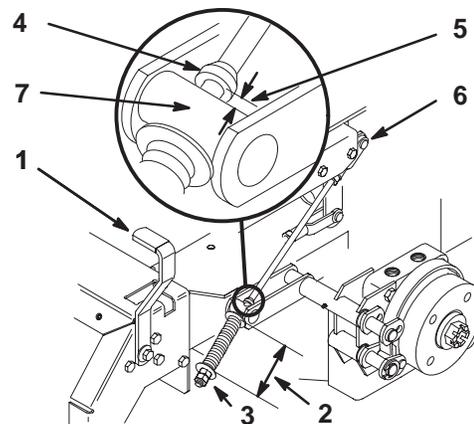

Bild 58
2. Messen Sie die Länge der Feder. Sie sollten zwischen den Scheiben 70 mm messen (Bild 58).
3. Falls Sie eine Einstellung vornehmen müssen, lockern Sie die Klemmmutter unterhalb der Feder und ziehen Sie die Mutter direkt unter dem Joch an (Bild 58). Drehen Sie die Mutter, bis Sie den korrekten Messwert erhalten. Ziehen Sie die beiden Muttern zusammen an und wiederholen Sie das Verfahren auf der gegenüberliegenden Maschinenseite.
6. Messen Sie die Entfernung zwischen der Drehzapfenrolle und dem Kranz an der Bremsstange. Die Distanz sollte 5 bis 7 mm betragen (Bild 58).
7. Sollte eine Einstellung erforderlich sein, lösen Sie die Klemmmutter direkt unter dem Joch. Drehen Sie die unteren Einstellmuttern, bis Sie den korrekten Messwert erhalten (Bild 58). Ziehen Sie die Klemmmutter am Joch an.